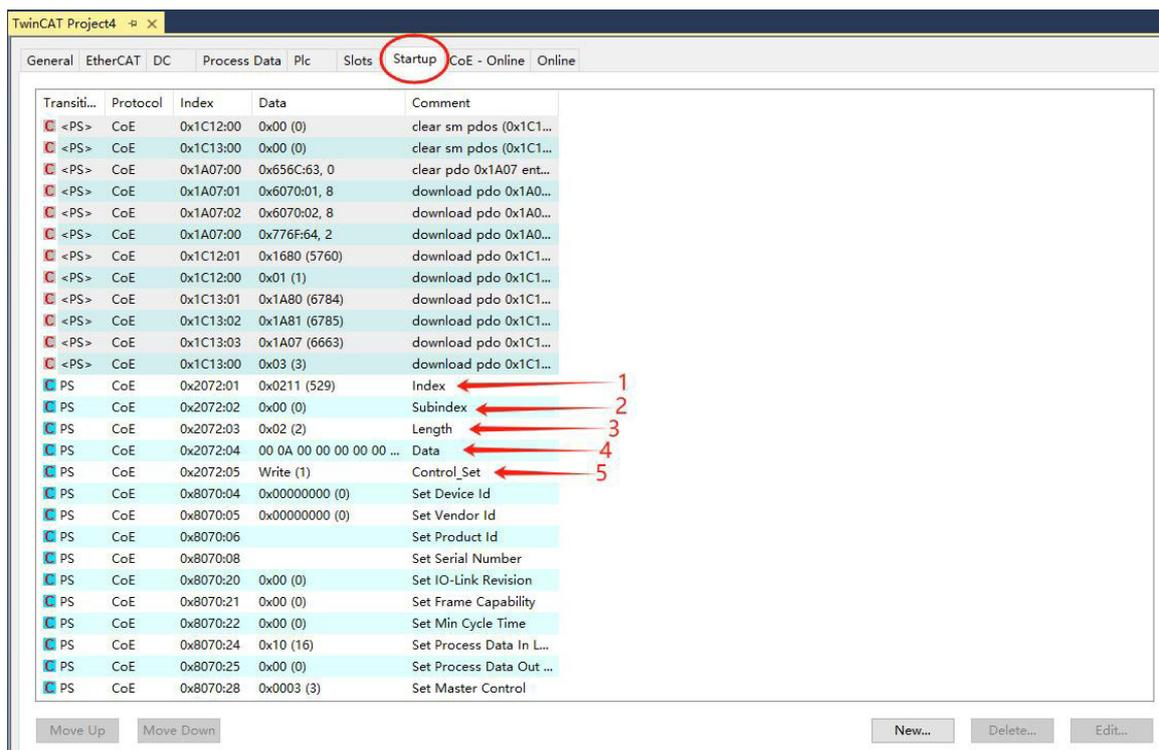

图2
- 2、配置滤波参数为 10 (0x000A) ,如图 2 所示点击红色椭圆圈的 Startup，然后依次修改箭头所指的参数：Index=0x0211, Subindex=0, Length=1, 滤波参数 Data=00 0A, Control_Set=Write(1)。